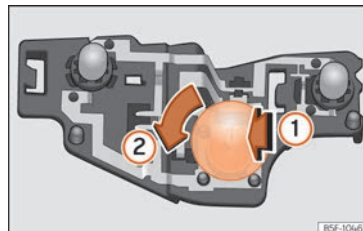

Abb. 66 Position der Glühlampen am Lampenträger.
- Drücken Sie die Lampe leicht in den Lampenträger **1**, drehen Sie sie anschließend nach links **2** und nehmen Sie die defekte Lampe heraus »» **Abb. 66**.